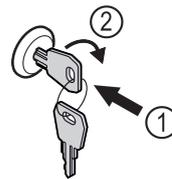

Fig. 120 Immagine a titolo di esempio
- ▶ Inserire la chiave Fig. 120 (1).
- ▶ Ruotare la chiave di 90° in senso orario Fig. 120 (2).